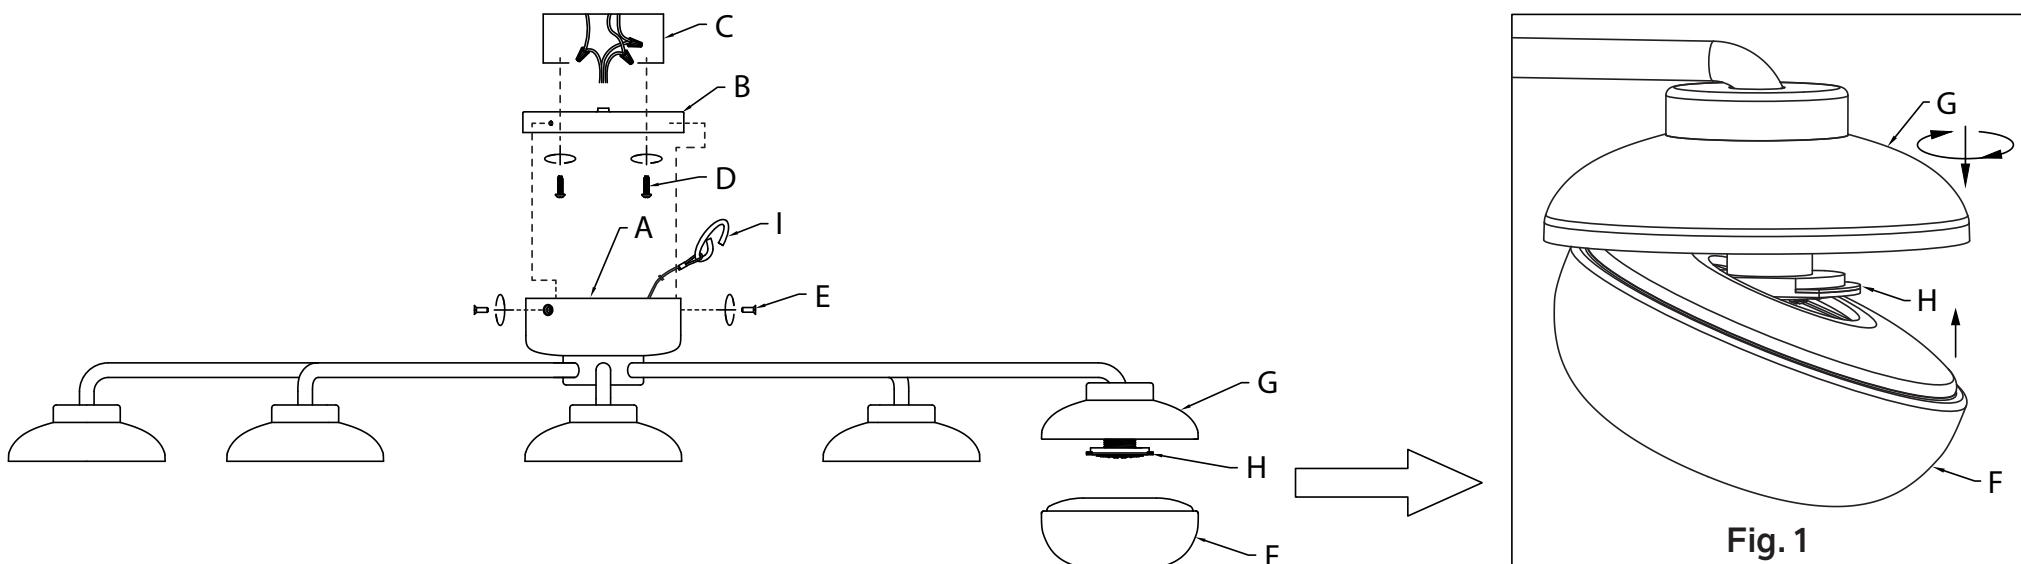

Fig. 1
1. Carefully angle and pass glass shade [F] over glass support [H] by tilting glass shade and walking up over the glass support (Fig. 1). Inside surface of glass shade should sit on pads on top of glass support.
- Orientez soigneusement et faites passer le cache en verre [F] sur le support en verre [H] en inclinant le cache en verre et passant par dessus le support en verre (Fig. 1). La surface intérieure du cache en verre doit reposer sur des coussinets au-dessus du support en verre.
- Incline y pase con cuidado la pantalla de vidrio [F] sobre el soporte de vidrio [H] inclinando la pantalla de vidrio y subiendo sobre el soporte de vidrio (Fig. 1). La superficie interior de la pantalla de vidrio debe asentarse sobre las almohadillas en la parte superior del soporte de vidrio.